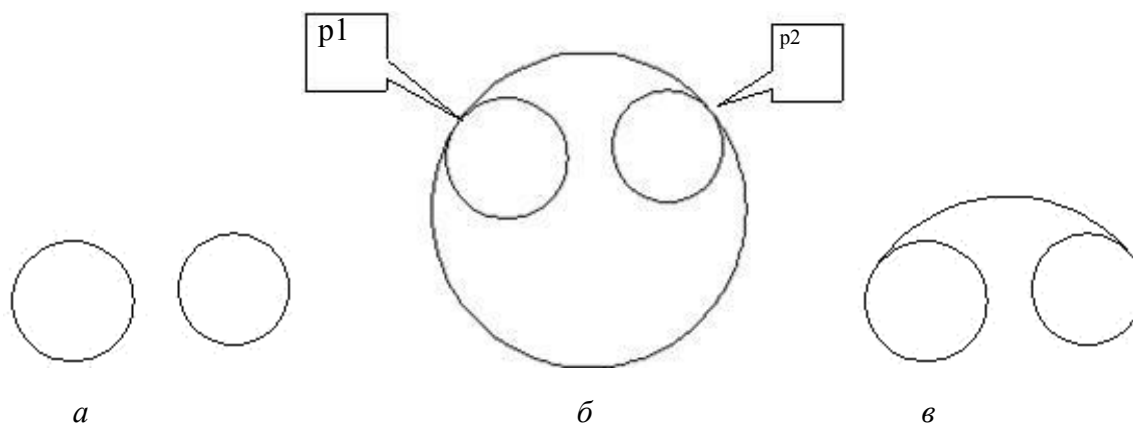

Рис. 3.3. Внутреннее сопряжение окружностей:
Необходимо построить сопряжение между двумя окружностями с помощью дуги окружности (рис. 3.3, в). Сопряжение строится с помощью команды  **Окружность (Circle)**. Запросы по этой команде и опции **ККР (Ttr)** описаны в п. 1.4.3. **Исходные данные представлены на рис. 3.3, а.**
Результат построения показан на рис. 3.3, б.
3. Часть окружности, располагающуюся ниже точек p1 и p2, необходимо удалить с помощью команды  **Обрезать (Trim)** (см. п. 2.4.10). За режущие кромки **принять исходные окружности. Окончательный результат показан на рис. 3.3, в.**